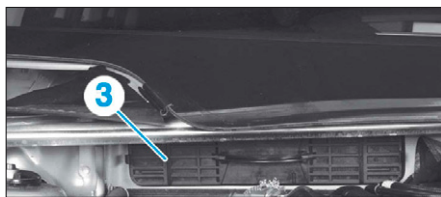

FIG. 2
- Déposer le volet (3) en le tirant (Fig.2).